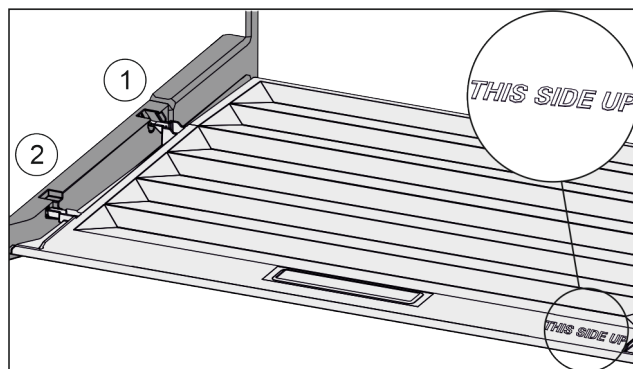

Fig. 127
- ▶ Výstupky víka zaved'te do zadních držáků Fig. 127 (1) a vpředu zaklesněte do držáku Fig. 127 (2).